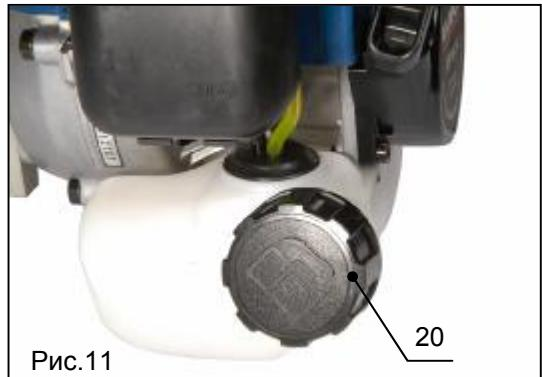

Рис.11
- Следует тщательно очистить всю поверхность рядом с крышкой бака (поз.20, рис.11), чтобы в него не попала грязь.
- Открутите крышку бака (поз.20, рис.11), и осторожно налейте смесь горючего так, чтобы она заполнила бак до нижнего края патрубка. Наливайте осторожно, чтобы не расплескать горючее.
- Плотно закрутите крышку бака (поз.20, рис.11).